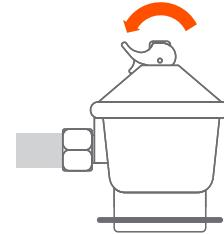

Fig. 4
- 6** Una vez conectado el regulador al cilindro y para abrir el suministro de gas hacia el artefacto, se debe hacer con la palanca de apertura y cierre del regulador en posición de APERTURA, como se aprecia en la **Fig. 4**.